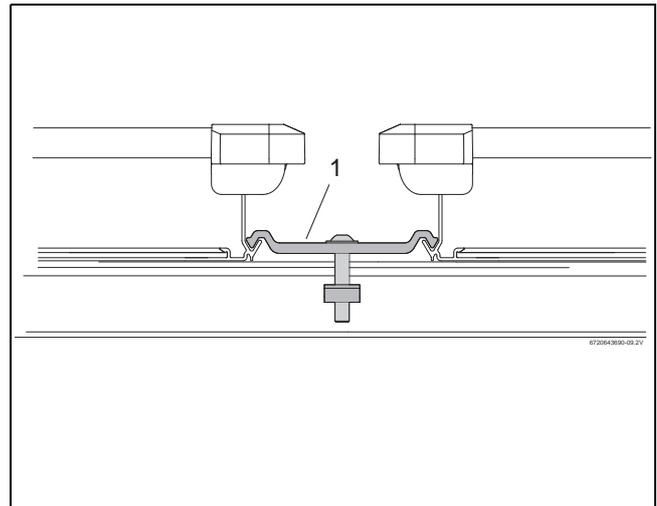

Fig. 69 Fixador de colector duplo entre 2 colectores
- ▶ Apertar o parafuso do fixador de colector duplo com a chave SW5. O grampo de fixação (Fig. 69, [1]) do fixador de colector segura agora o canto inferior do colector.